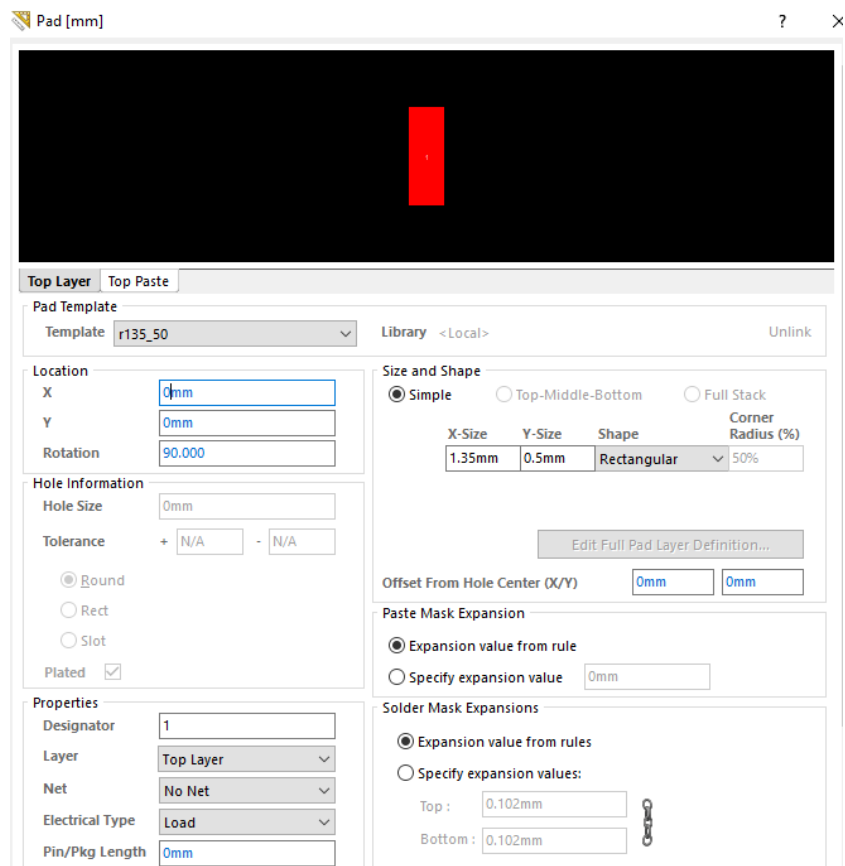

Рис.6. Налаштування для 1-го конт. майданчика у резисторі 0805
- Створюємо 2 пади, які відповідають пінам УГП. Для резистора у корпусі 0805 кожний паd буде мати такі налаштування (Рис.6, 7):